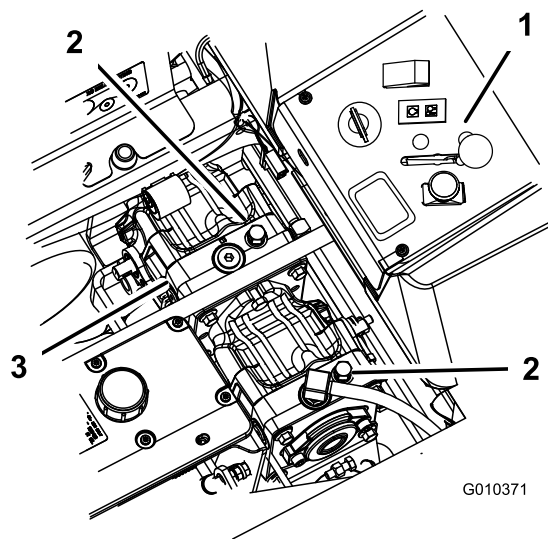

Figura 39
2. Ruotate le valvole di bypass in senso antiorario di 1 giro per spingere (Figura 39).
Girate le valvole di bypass di un giro in senso orario per azionare la macchina (Figura 39).